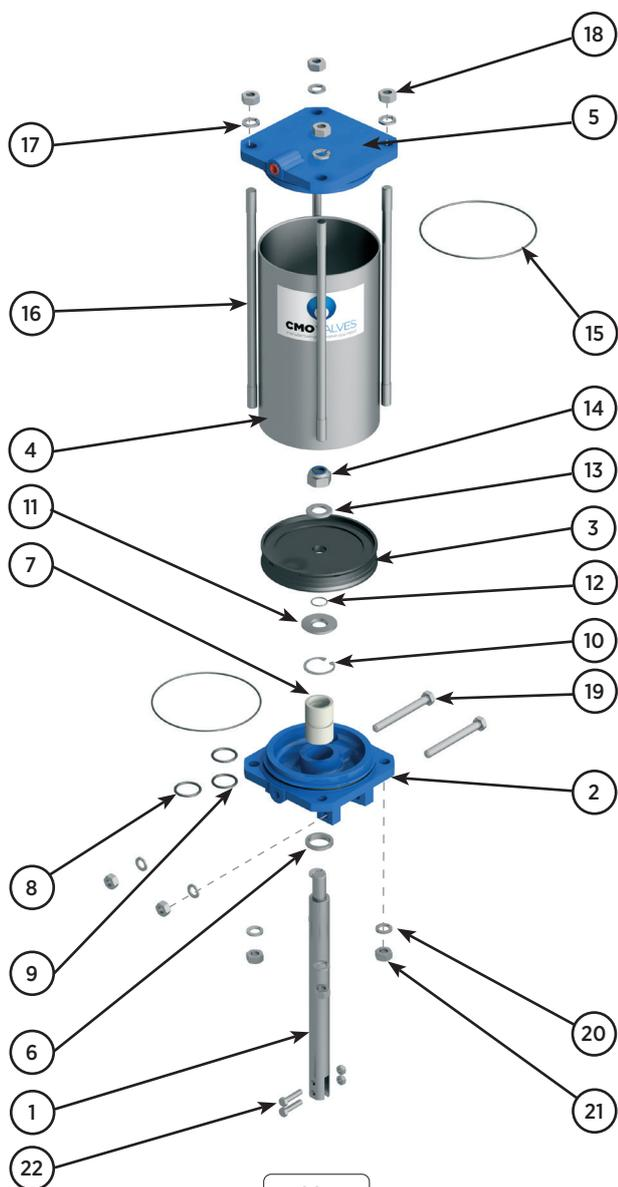

Abb. 9
2. Den Bügel und die Endanschläge (falls vorhanden) abschrauben und die gesamte Schieberplatte (2) aus dem Gehäuse entnehmen.
3. Die Schrauben (7) welche die Flansche (4) und die Dichtungen (3) befestigen, abschrauben und abnehmen.
4. Die Flansche (4) und die verschlissene Dichtung (3) entfernen und den Dichtungsraum reinigen.
5. Eine neue mit Vaseline imprägnierte Dichtung (3) mit gleichen Ausmaßen wie die verschlissene, einsetzen.
6. Die Flansche (4) erneut einsetzen und dabei die Dichtung (3) festhalten. Es ist wichtig, dass sowohl die seitlichen wie auch die obere Dichtung die untere Seite der Schieberplatte (2) um ca. 5 mm überragen damit die untere Schließung korrekt funktioniert. Nach Überprüfung der Einbauposition Dichtungen erneut anschrauben.
7. Die Schieberplatte erneut in das Gehäuse einsetzen und dabei beachten, dass wenn der Schieber einseitig unvorteilhaft oder beidseitig dichtend ist, die Schließdichtung ein Doppel- Dichtmittelprofil besitzt und diese geöffnet sein müssen (Abb. 9).
Die Pneumatikzylinder unserer Schieber werden in unseren eigenen Anlagen hergestellt und montiert. Die Wartung dieser Zylinder ist einfach. Muss ein Bauteil ersetzt werden, setzen Sie sich bei Fragen bitte mit **CMO Valves** in Verbindung. Im Folgenden findet sich eine Explosionszeichnung des Pneumatikantriebs (abb.9) und eine Liste der Zylinderbauteile (tabelle 2). Der obere Deckel und der Halterdeckel sind in der Regel aus Aluminium; bei Zylindern über Ø200 mm sind sie jedoch aus Späroguss.